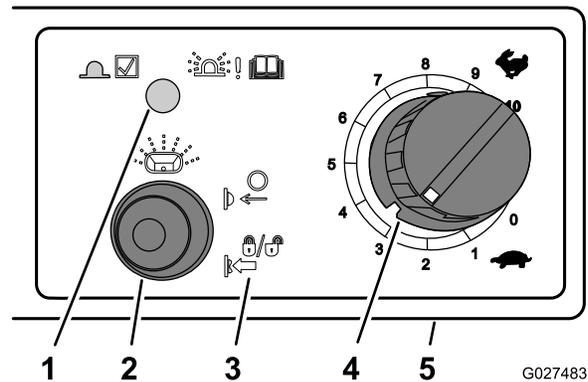

Figure 32
2. Réglez la commande de vitesse de turbine à au débit d'épandage approprié puis poussez la commande marche/arrêt de la turbine à la position MARCHE (Figure 32).
marche/arrêt pendant 5 secondes (Figure 32).